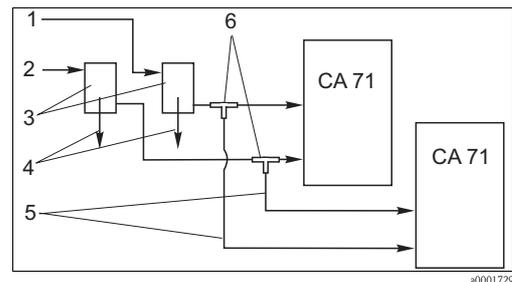

Fig. 14 : Exemple de montage
- Les analyseurs doivent être installés le plus près possible l'un de l'autre : la conduite d'échantillonnage entre la pièce en T et le deuxième analyseur (→ Fig. 14, pos. 3) est inférieure à 1,5 m